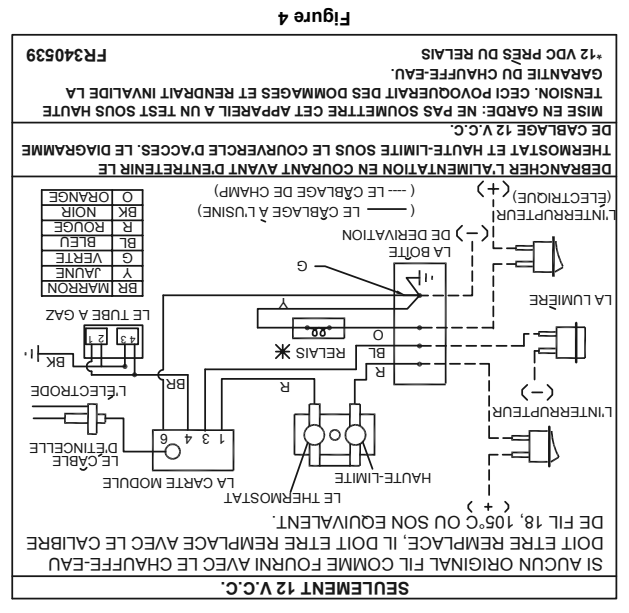

Figure 4
A. Les branchements d'eau sont faits à l'arrière du chauffe-eau. (Voir la Figure 4) Branchez les lignes de chauffe et froide au raccord de tuyau femelle de 1/2" fourni sur l'arrière du réservoir. Ces raccords sont marqués "CHAUDE" et "FROIDE". NOTE: À l'intérieur de chaque raccord est un tube de remblai. Son but est de ralentir la circulation de l'eau. NE PAS ENLEVER LE TUBE IMPORTANT: Utilisez un mastic de tuyau convenable pour l'eau potable ou la bande de filage de tuyau sur tous les branchements pour assurer qu'ils n'ont pas une fuite.